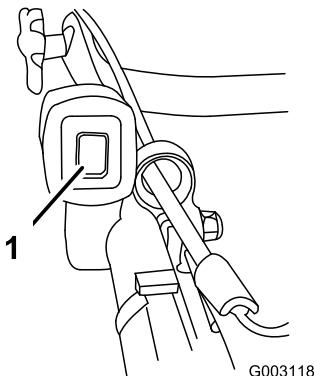

Figura 17
1. Ponga el interruptor de encendido en la posición de Encendido ("I") (Figura 17).